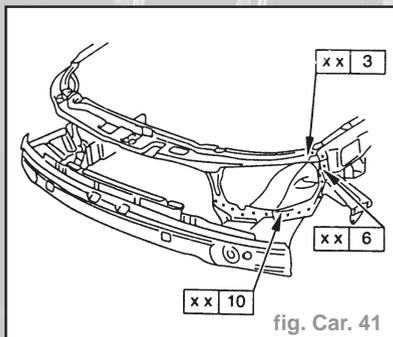

fig. Car. 41
- Préparer et adapter la partie avant en haut. Respecter le plan de cotes de carrosserie. Appliquer de la peinture à souder par points. Souder en place l'élément neuf (fig. car 41). Réaliser la protection des cavités.